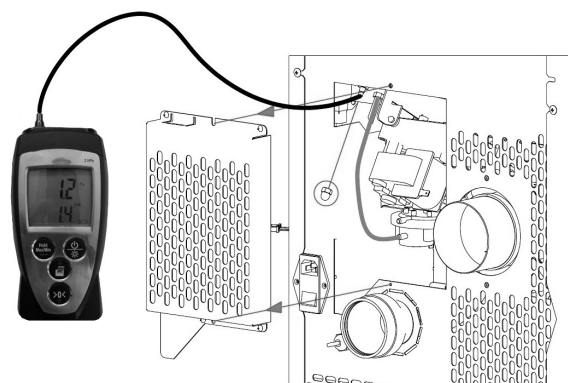

Fig. 26 - Ligação do pressóstato digital
- Ligar com um tubo o pressóstato digital para detetar a depressão (ver **Fig. 26**).